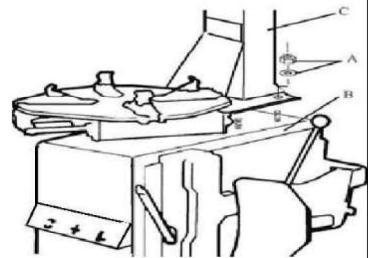

Рис. 3
2. Открутить гайки А на корпусе В, как показано на рис.3